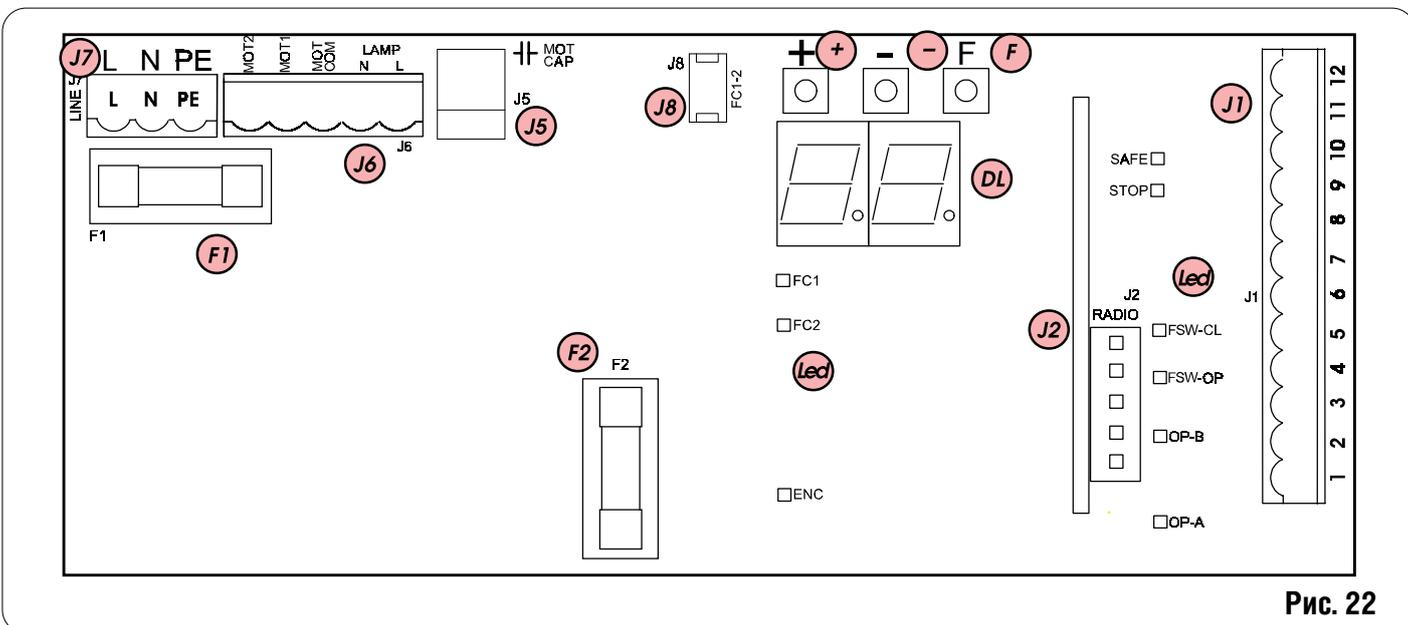

Рис. 22
- всегда подключайте заземление к разъему J7 (рис. 22 и 39).
Предохранители	2 (см. рис. 22 и пар.5.3)